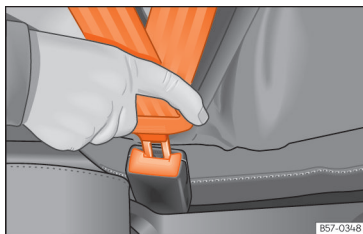

Fig. 25 Inserir a lingueta do cinto de segurança no fecho correspondente.
- Encaixe a lingueta no fecho do respetivo banco »» **Fig. 25.**